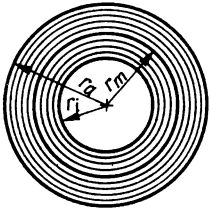

Bild 102
3. Länge = Anzahl der Kreise (Rillen) mal mittlerer Kreisumfang (Bild 102). Mit $U_m = 2\pi r_m = \pi(r_a + r_i)$ folgt